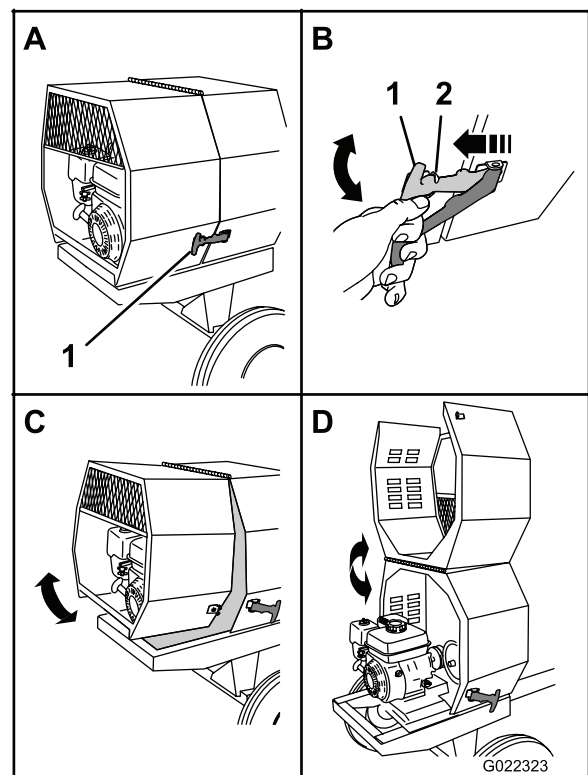

Figure 25
1. Du côté de la machine où les capots avant et arrière se rencontrent, tirez l'attache et détachez-la de son ancrage sur le capot arrière (Figure 25).
3. Faites pivoter le capot arrière vers le haut et l'avant jusqu'à ce qu'il repose sur le capot avant (Figure 25).
1. Faites pivoter le capot arrière vers l'arrière et le bas jusqu'à ce qu'il soit à plat sur le cadre de la machine (Figure 25).
- Répétez l'opération 2 de l'autre côté de la machine (Figure 25).